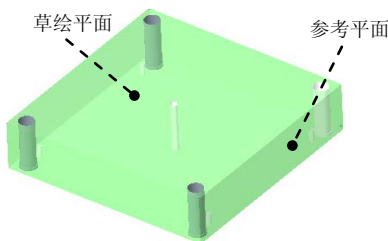

图 30.42 定义草绘平面
Step2. 定义定模元件。在模型树中选择 **EMX_CAV_PLATE_FH001.PRT** 并右击，然后在系统弹出的快捷菜单中选择 **拉伸** 命令，系统转到零件模式下；单击 **模型** 功能选项卡 **形状** 区域中的 **拉伸** 按钮，此时系统弹出“拉伸”操控板；选取图 30.47 所示的表面为草绘平面，然后选取图 30.42 所示的表面为参考平面，方向为 **右**。单击 **草绘** 按钮，进入草绘环境，绘制图